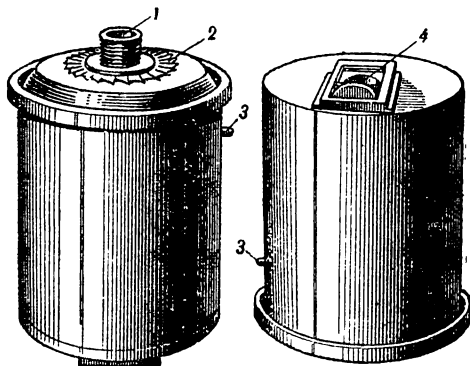

Рис. 2. Корпус гранаты обр. 1933 г.
7. **Корпус гранаты** (рис. 2) служит для помещения разрывного заряда и запала и для поражения противника осколками при взрыве. Он сверху закрыт плоской крышкой, а снизу выпуклым дном. Внутри корпуса помещаются: разрывной заряд, свернутая в три-четыре слоя металлическая лента, насеченная на квадратики для получения осколков при взрыве гранаты, и сквозная центральная трубка, в которую вставляется запал при заряджании гранаты.